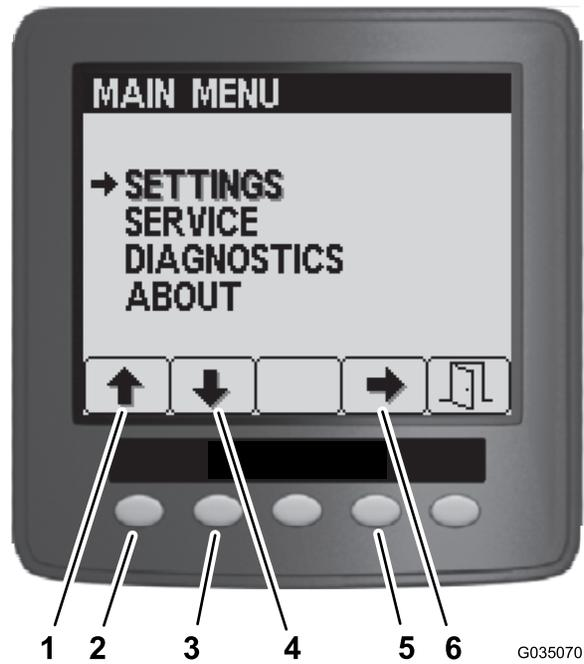

Figura 100
3. Nel menu principale, premete il pulsante 1 o il pulsante 2, fino a quando non viene evidenziata l'opzione Settings (Impostazioni) e premete il pulsante 4 per navigare ai menu Settings (Figura 100).